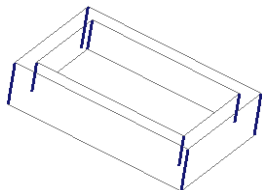

图 8.5.1 选择边线
(1) 在屏幕右下方的“智能选择”栏中选择^{图 8.5.1}几何^{图 8.5.1}，然后按住 Ctrl 键，选取图 8.5.1 中的八条边线。
(2) 在^{图 8.5.1}模型功能选项卡区域选择^{图 8.5.1}基准^{图 8.5.1} → ^{图 8.5.1}参考命令，在系统弹出的“基准参考”对话框中单击^{图 8.5.1}确定按钮。